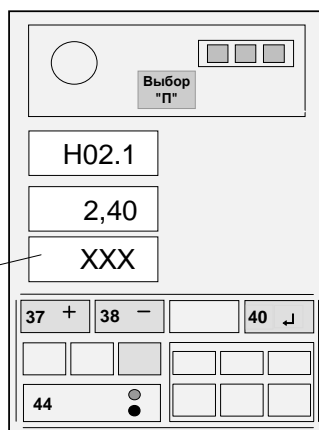

Рисунок 15
Нажать на время 1 с кнопку "↵" (40) и, проконтролировав короткий звуковой сигнал, отпустить кнопку (см. рисунок 15).